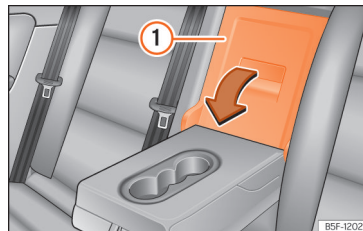

Fig. 199 No encosto do banco traseiro: abertura da tampa.
- Puxe a alavanca de desbloqueio no sentido da seta e rebata completamente a tampa >>> **Fig. 199** ① para a frente.